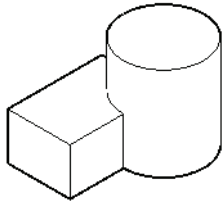

图 14-49 使用“隐藏”视觉样式
- 4 在功能区中切换至“可视化”选项卡，从“视觉样式”面板的“视觉样式”下拉列表框中选择“隐藏（消隐）”选项，则实体模型效果如图 14-49 所示。